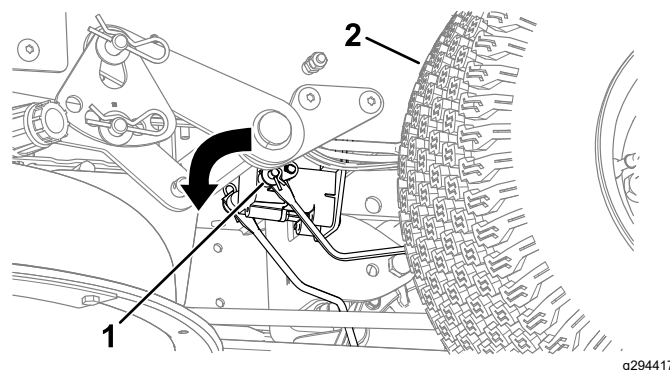

Figure 52
4. Localisez l'arbre sur le frein électrique au point de connexion des bras de liaison (Figure 52).
5. Tournez l'arbre en avant pour desserrer le frein, comme montré à la Figure 52.